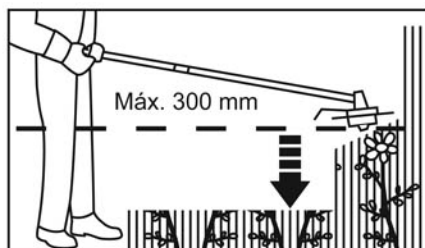

Fig. 24
- > Nunca eleve o cabeçote de corte acima da altura da anca (fig. 24); quanto mais alto estiver o cabeçote de corte, tanto maior é o risco de projeção de objetos.